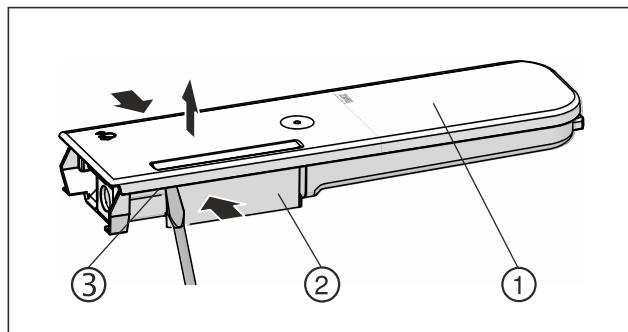

Fig. 151
- Rezervoar za vodo Fig. 151 (2) potisnite skupaj in pokrov Fig. 151 (1) previdno dvignite in povlecite navzgor nad zaklepne utore Fig. 151 (3).
- Pokrov Fig. 151 (1) narahlo potisnite v eno in drugo smer, nato ga odstranite s potiskom navzgor.